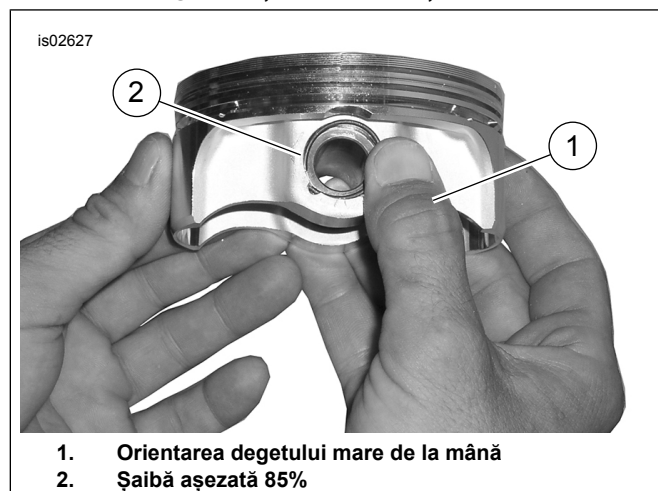

Figura 4. Montare șaiabă
- Consultați Figura 4 . Poziționați degetul mare (1) așa cum se arată și apăsați ferm până când aproximativ 85% din șaiaba elastică (2) este așezată în canelură.